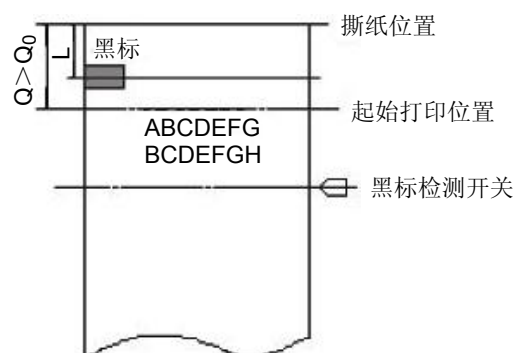

图 5
3. 当撕纸偏移量不为零或每单的起始打印位置到撕纸位置的距离 Q 大于打印机的机械值 (Q_0) 时（如图 5 所示）， GS （ F 命令的起始打印位置偏移量计算为：起始打印位置偏移量 = $(Q - Q_0) / 0.176 +$ 撕纸位置偏移量